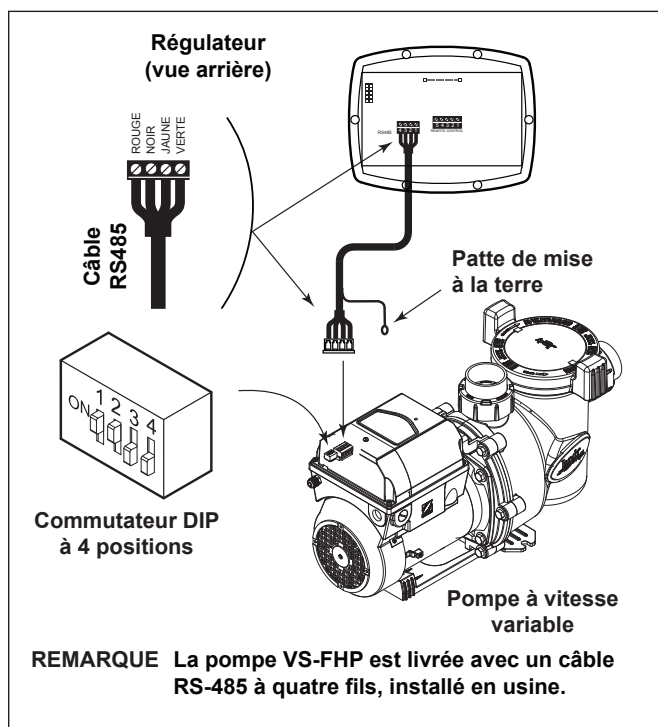

Figure 9. Câblage du régulateur à vitesse variable (JEP-R) vers la pompe VS-FHP
2. Faire glisser les commutateurs DIP 1 et 2 vers le haut, de manière à ce qu'ils soient sous tension et les commutateurs DIP 3 et 4 vers le bas, de manière à ce qu'ils soient hors tension. Voir la Figure 9.
Tel qu'il est indiqué aux Figures 9 et 10, le commutateur DIP à quatre positions se situe à l'arrière de la pompe VS-FHP. Ce commutateur DIP remplit deux (2) fonctions : il choisit l'adresse de la pompe et détermine quel type de régulateur sera employé avec la pompe. Les tableaux ci-dessous montrent les configurations des commutateurs DIP.